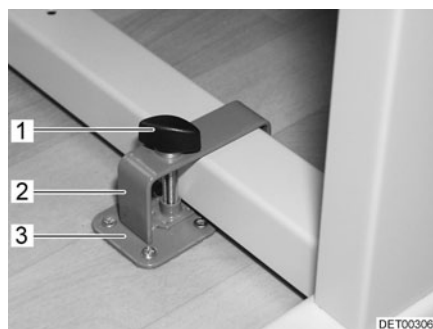
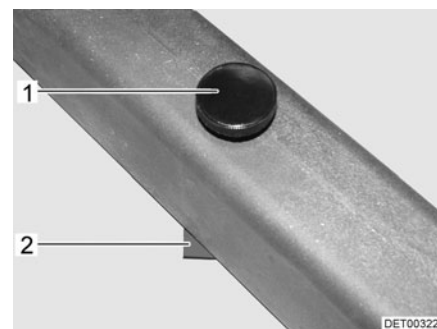

Fig. 59 Bloqueo mesa abatible con armazón metálico
Fig. 60 Bloqueo mesa abatible con armazón de plástico
- Colocar la mesa abatible junto a la sujeción (Fig. 59,3) o sobre la sujeción (Fig. 60,2).
- Colocar el estribo (Fig. 59,2) con el tornillo de sujeción (Fig. 59,1) sobre la pata de la mesa.
- Desplazar el estribo y de ser necesario la mesa abatible de tal manera que el tornillo de sujeción (Fig. 59,1 ó Fig. 60,1) pueda atornillarse en la sujeción (Fig. 59,3 ó Fig. 60,2).